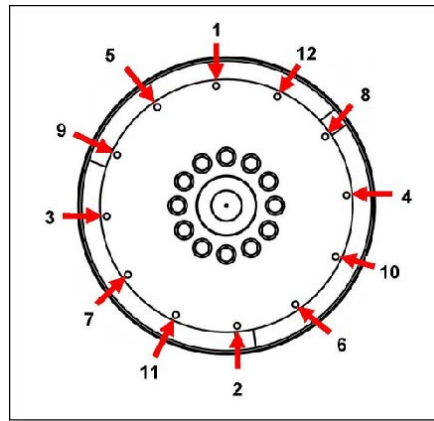

図 18. 固定手順
10. アラインメント ダウエルを取り外します。肉厚ワッシャーをヘッドの下で使用して、カップリング ボルトを取り付けます。表示の順番で、ボルトを締め付けて、カップリング ディスクをフライホイールに固定します 図 18 ページ 32。